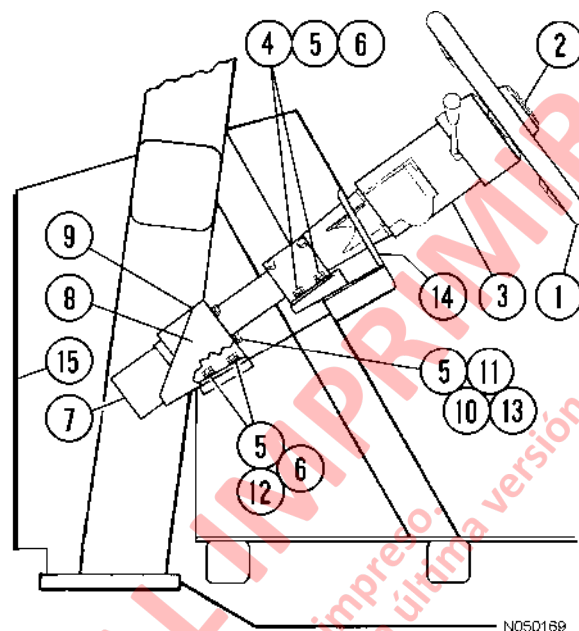

FIGURA 5-2 MONTAJE DE LA COLUMNA DE LA DIRECCION
3. Saque la cubierta de acceso (15, Figura 5-2) de la parte delantera de la cabina.
1. Inserte el perno (10, Figura 5-2) con las golillas de seguridad (11) y las golillas planas (5) a través de los soportes (8) y (9), luego a través de la pestaña de la columna de la dirección. Agregue una segunda golilla plana (5) y tuerca (13) a cada perno que mantiene las partes juntas. Apriete muy bien las tuercas.
2. Deslice todo el conjunto hacia la parte inferior de los bloques ahusados hasta que los soportes (8) y (9) hagan contacto con la superficie de montaje en la cabina. Instale los pernos (4) y (12) con las golillas planas (5) y las golillas de seguridad (6). Sólo apriete los pernos (4).
3. Inspeccione los soportes (8) y (9) para ver si hacen contacto de manera uniforme con la superficie de montaje y que estén planos y en ducto con la superficie. Si es así, apriete los pernos (12). Si los soportes no están en paralelo, instale golillas planas según sea necesario entre los soportes y la superficie de montaje para eliminar cualquier espacio. Apriete los pernos (12) a torque estándar.
4. Después de apretar los pernos (4) y (12) a torque estándar, saque las tuercas (13) y las golillas planas (5) que estaban sosteniendo la columna de la dirección a los dos soportes. No saque los pernos (10) de los soportes.